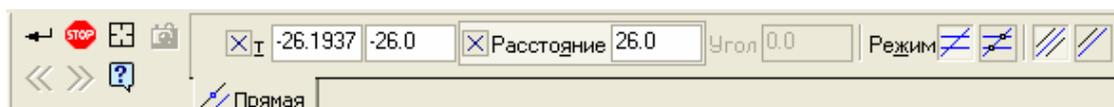

Рис. 12. *Панель свойств с параметрами между параллельными прямыми 26 мм*
8. Выберите на **Панели свойств** в поле расстояние между параллельными прямыми 26 мм (рис. 12) и нажмите клавишу **Enter** (Ввод). Далее щелкните кнопку (Создать объект), которая располагается на этой же панели. Данная вспомогательная прямая будет являться верхним габаритом нашего эскиза, и далее все вспомогательные прямые стройте, отсчитывая расстояние именно от этой прямой.